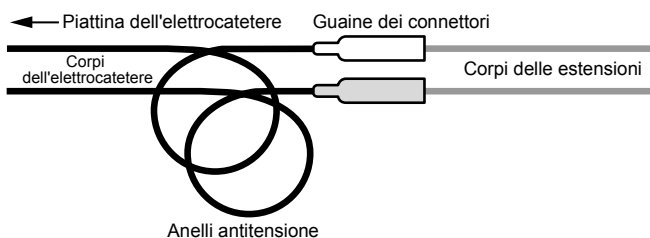

Figura 3. Anelli antitensione creati con i corpi dell'elettrocattetero.
1. Mantenendo invariata la posizione dell'elettrocattetero, creare un anello antitensione con ciascuno dei corpi dell'elettrocattetero arrotolando i corpi dell'elettrocattetero in prossimità delle guaine dei connettori (Figura 3).